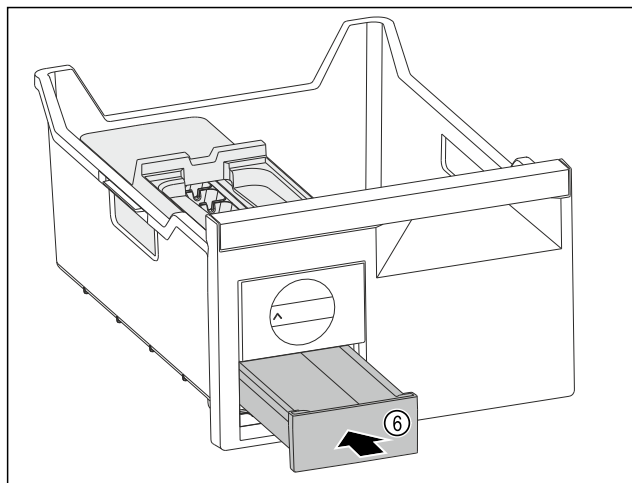

Fig. 125
- Wsunąć szufladę na kostki lodu Fig. 125 (6).